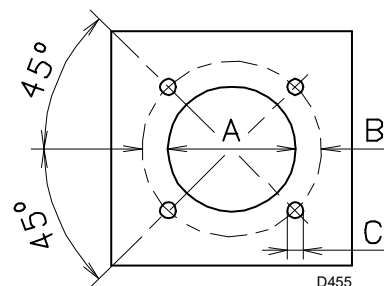

Abb. 11
Die Verschlussplatte der Brennkammer, wie in Abb. 11 durchbohren.
- Den gesamten Brenner in das vorher vorbereitete Bohrloch des Heizkessels einpassen, wie in Abb. 11 dargestellt, und mit den beige-packten Schrauben befestigen.